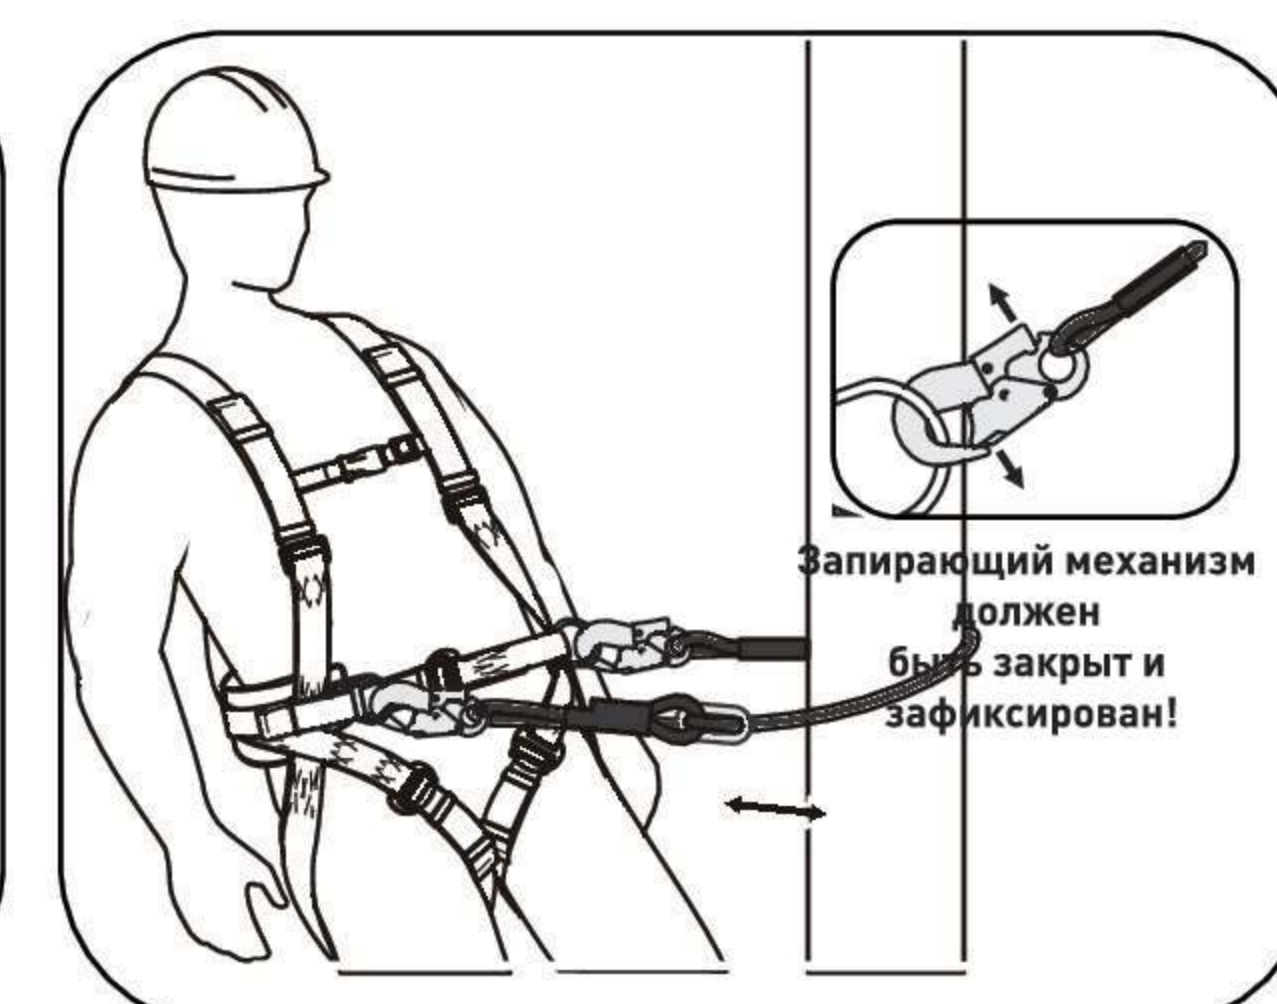

рис. 10
- Отрегулируйте длину стропа с помощью кольца. Натяжение стропа должно обеспечивать стабильное рабочее положение и ограничивать свободное падение рабочего (рис. 10).